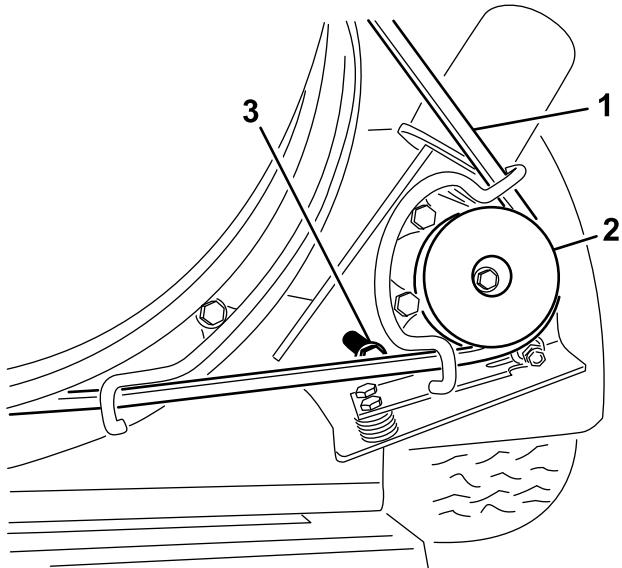

Figura 30
1. Allentate i bulloni che fissano la staffa di supporto della puleggia al telaio del soffiatore (Figura 30).